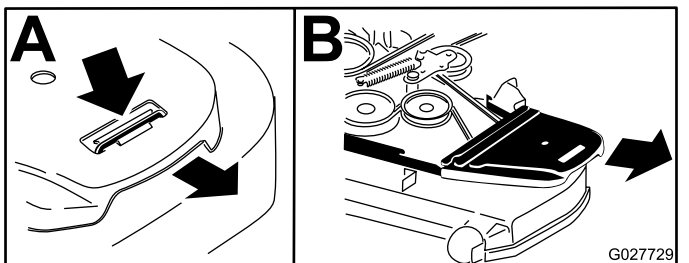

Figure 90
6. Déposez les couvercles de courroie (Figure 90).